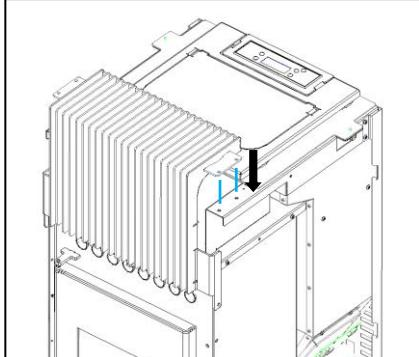

Figura 33 – Encaixe da grelha frontal
- b) Nos equipamentos **Pine, Leaf e Aspen**; encaixar a grelha frontal, fazendo coincidir os furos da grelha com os furos do equipamento (Figura 33).